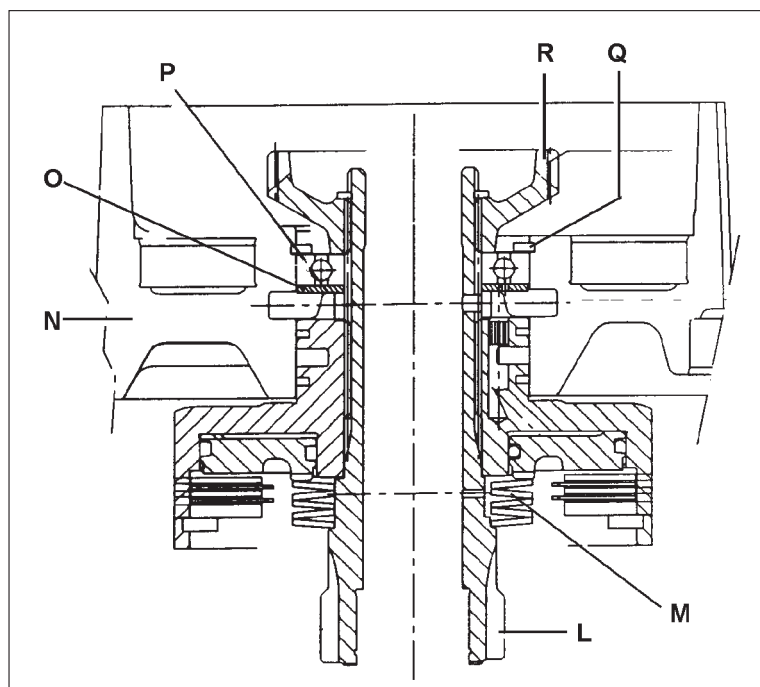

Fig. 9 - Ensamblado previo de las piezas del eje MEDIUM.
- Preensamblar en el banco el eje MEDIUM **L** cód. 007.6149.0/20, aplicando en el eje los muelles de taza **M** cód. 007.6149.0 (Fig. 9) en el eje;
- Montar el grupo en el eje MEDIUM manteniendo este último en posición vertical (Fig. 9);
- Montar la lámina retén de aceite **O**, el cojinete **P** y el aro seeger **Q** (Fig. 9);